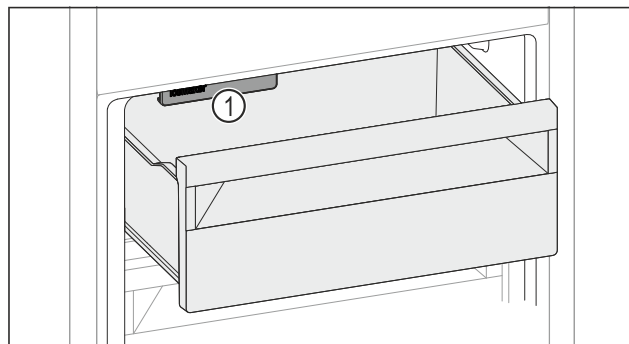

Fig. 133
- ▶ Внимавайте за IceMaker Fig. 133 (1).